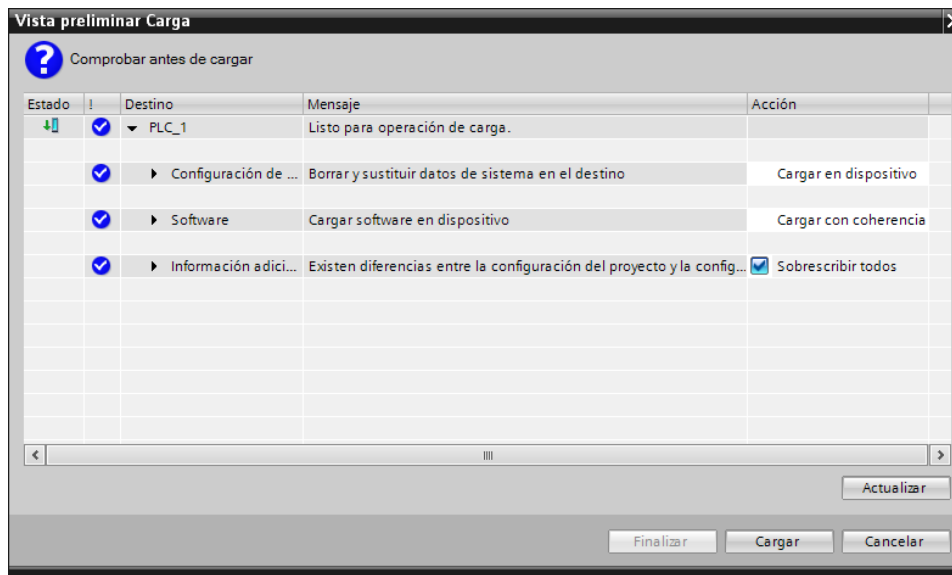

Figura 27. Vista preliminar carga.
- Desactive el parpadeo y de clic en el botón “Cargar”, Espere a que se muestre la ventana de la Figura 27, si todo aparece correctamente (todas las opciones con cheque) de clic en “Cargar”. En el caso mostrado en la figura nos indica que existen diferencias entre la configuración del proyecto y la del PLC, debido a que se le está colocando una IP diferente a la que tenía anteriormente, si se presenta este caso active la casilla de “sobreescribir todos” y luego de clic en “Cargar”